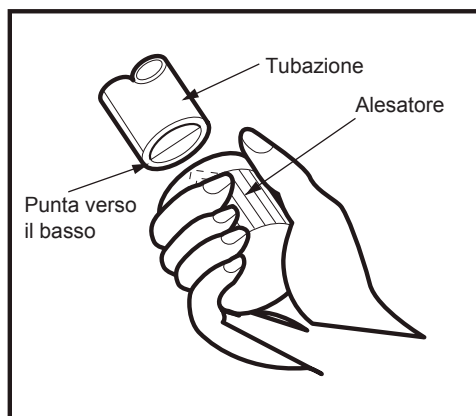

Fig. 5
- 3) Rimuovere le irregolarità sui bordi. Tenere l'uscita del tubo bassa per evitare che la polvere di metallo entri nel tubo (Fig. 5).